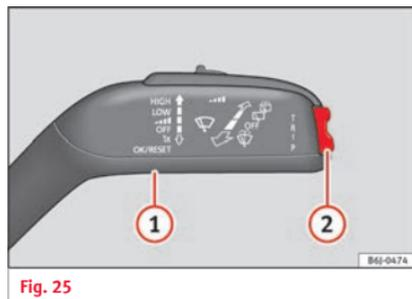

Fig. 25
Utilisation avec le levier d'essuie-glace » fig. 25.
- 1 Appuyez pour marquer et confirmer » fig. 25
- 2 Appuyez sur la commande vers le haut ou vers le bas pour consulter le sous-menu » fig. 25